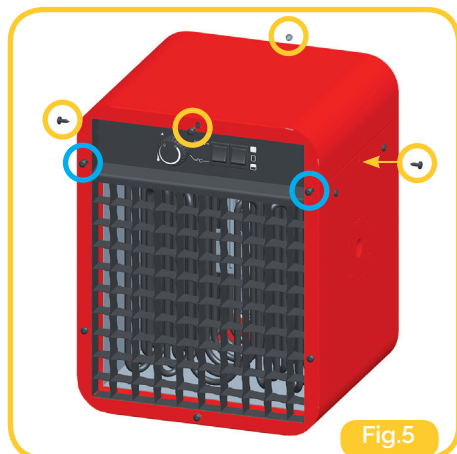

Fig.5
- Retirer le capot supérieur de l'appareil : enlever les 4 vis repérées en jaune et desserrer les 2 vis repérées en bleu (Fig. 5).